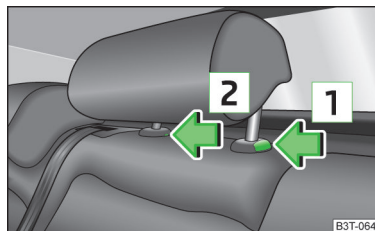

Fig. 52
- Pulsar la tecla del seguro en sentido de la flecha **1** » fig. 52, presionando al mismo tiempo con un destornillador plano con un ancho de 5 mm como máx. la tecla del seguro en el orificio **2**, y retirar el reposacabezas.